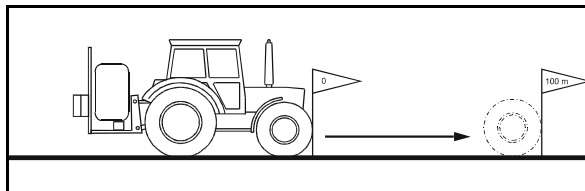

Fig. 44
2. Marker start- og slutpunkt (Fig. 44).